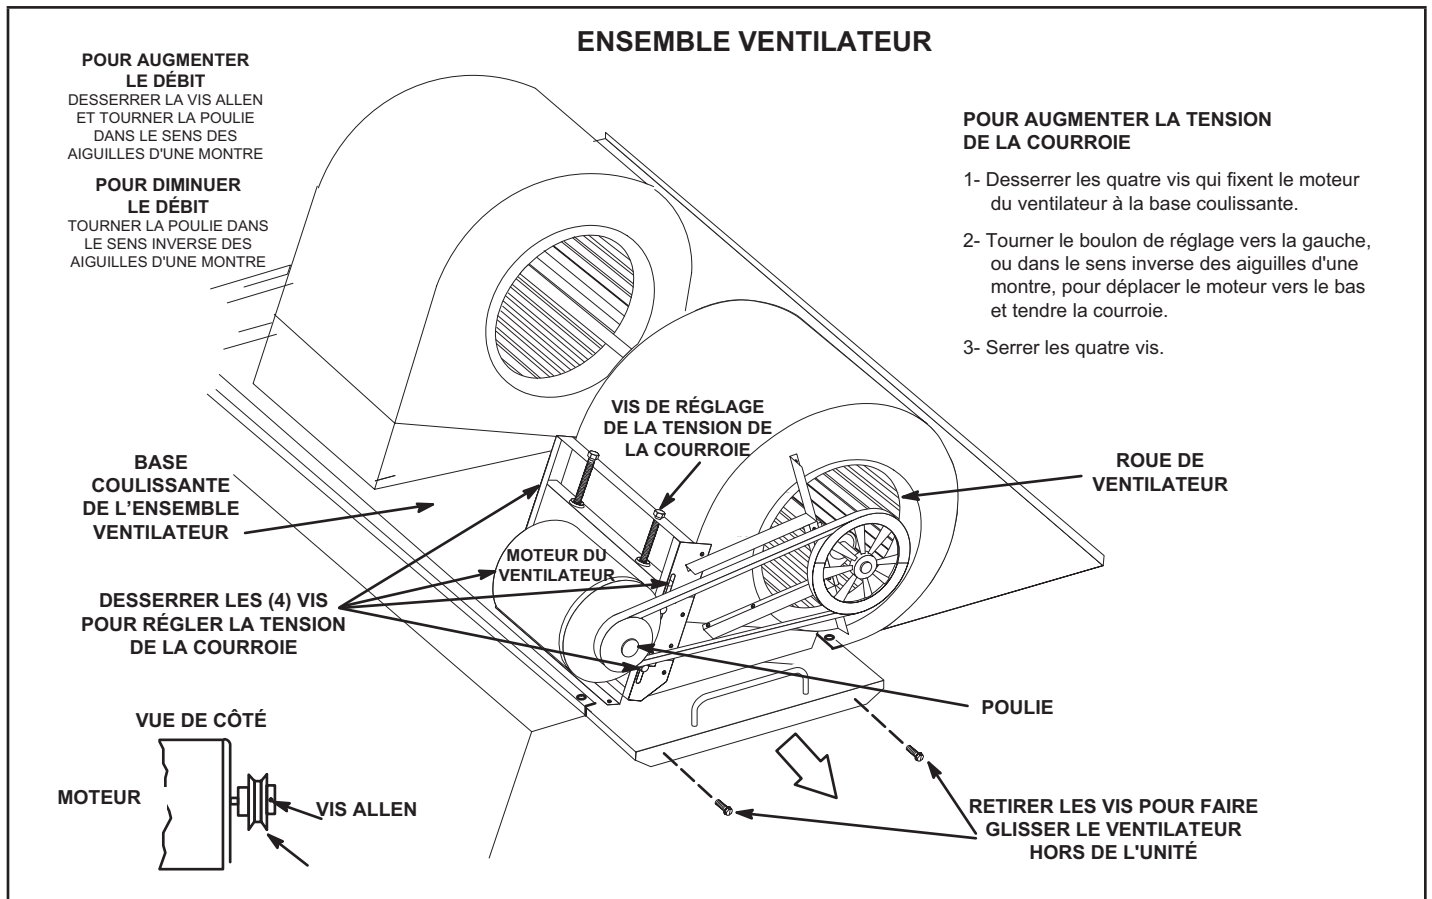

FIGURE 18
- 2 - Retirer les vis situées de chaque côté de la base coulissante de l'ensemble ventilateur. Voir FIGURE 18.
4 - La vitesse du ventilateur peut être réglée au niveau de la poulie du moteur. Desserrer la vis Allen et tourner la poulie réglable dans le sens des aiguilles d'une montre pour augmenter le débit. Tourner dans le sens inverse des aiguilles d'une montre pour diminuer le débit. Voir FIGURE 18. Ne pas dépasser les nombres minimum et maximum de tours de poulie indiqués au TABLEAU 4.
- 1 - Desserrer les quatre vis qui fixent le moteur du ventilateur à la base coulissante. Voir FIGURE 18.